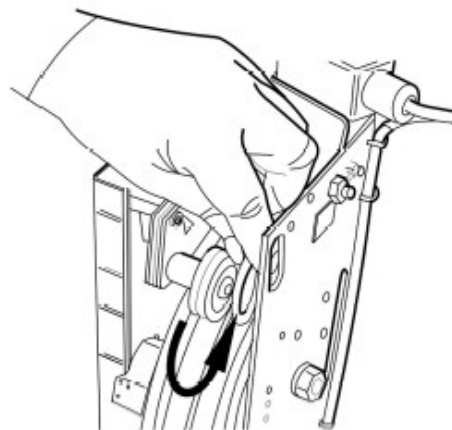

Рис. 3
- Проверьте внешний вид и состояние уплотнительного кольца от ролика, убедитесь в отсутствии трещин или ухудшения качества поверхности даже на нижней стороне, при необходимости замените. (Рис. 3)
- Уплотнительное кольцо (Рис. 3). Идентификационный номер: 997931